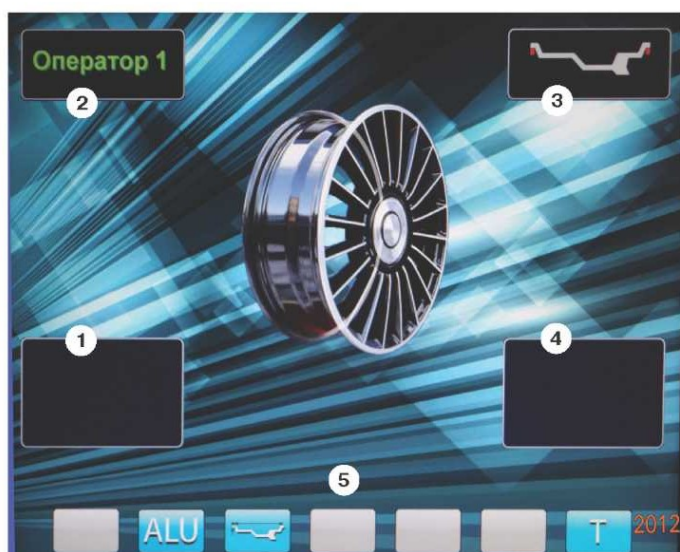

рис.8.2.
8.3. После включения питания СБ на экране монитора отображается фирменная заставка, которая через несколько секунд сменяется отображением экрана основного рабочего режима (рис. 8.2).
Для выбора схем расположения грузов в программах «ALU1-ALU5» необходимо, находясь в режиме основного рабочего экрана, нажать кнопку «ALU», при этом открывается окно схем установки грузов, отмеченных номерами рис.11.3. Если после введения размеров колеса установился экран ввода геометрических параметров, необходимо перейти в экран основного рабочего режима нажатием кнопки «STOP». Для выбора нужной схемы нажмите кнопку верхнего ряда клавиатуры с соответствующим номером. Выбранная схема установки грузов отображается в окне 3 экрана основного рабочего режима (рис. 8.2).
12.2. При включении СБ программа измерения дисбаланса настраивается таким образом, что дисбаланс менее 5г (заводская установка) на любой плоскости коррекции не показывается, в этом случае в окнах 1 и 4 (рис. 8.2)
12.3.4. Для проверки результатов балансировки снова запустите СБ. Если колесо отбалансировано правильно, на индикаторах 1 и 4 (рис. 8.2.) отображаются символы «ОК».